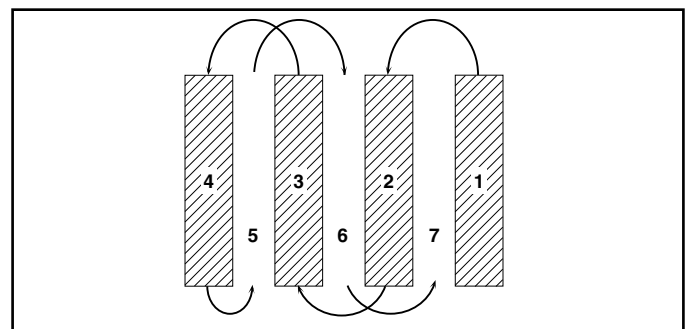

FIG. 9
- Va a descubrir que el labrado se facilita si deja una fila sin labrar entre las pasadas. Entonces vuelva de nuevo entre las filas de cultivo (Vea la Fig. 9). Hay dos razones para hacer esto. Primero, las vueltas amplias se pueden realizar con más facilidad que las cerradas. Segundo, la cultivadora no estará empujándose a sí misma y a usted hacia la próxima hilera.